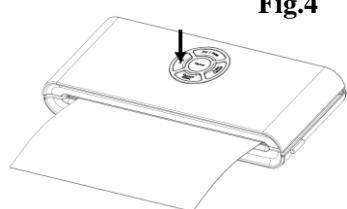

Fig.4
5. Apăsați butonul de etanșare pentru a începe etanșarea pungii – **Fig. 4**
7. Se realizează ambalarea prin vidare. Apăsați simultan butoanele de depresare de pe ambele laturi ale aparatului, pentru a deschide capacul și a scoate pungile sigilate. – **Fig. 4.**